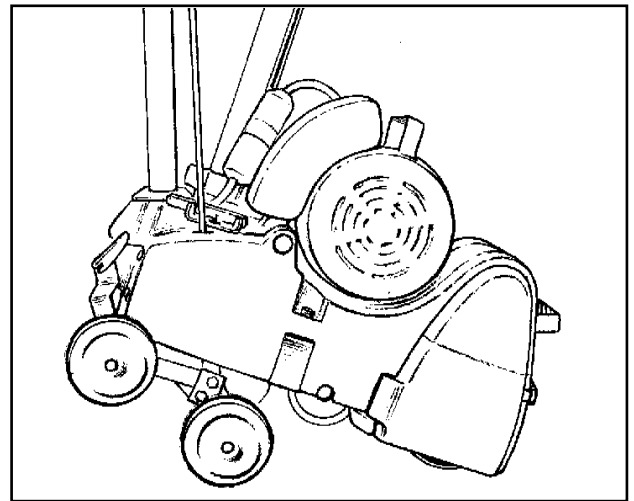

Figure 3
1. Avec le mécanisme du charriot (diable) en place conforme à la description ci-dessus, basculez l'appareil en soulevant la poignée de l'opérateur vers le haut et l'avant pour soulever du plancher/sol l'arrière de l'appareil pour permettre au charriot (diable) de glisser sous celui-ci. (Voir figure 3)